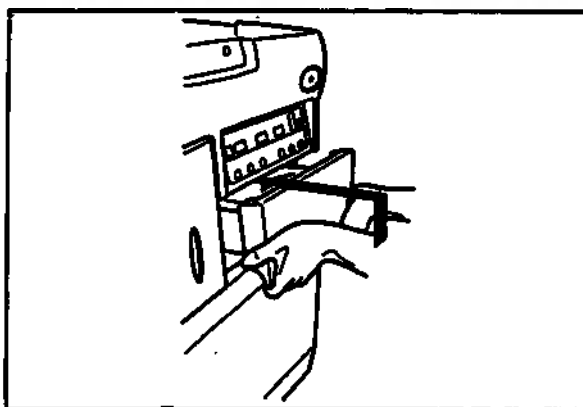

Рис. 4.49
7. Поднимите лоток с находящимися на нём сосудами с дезинфицирующим раствором до горизонтального уровня и задвиньте его внутрь до упора (см. рис. 4.49).